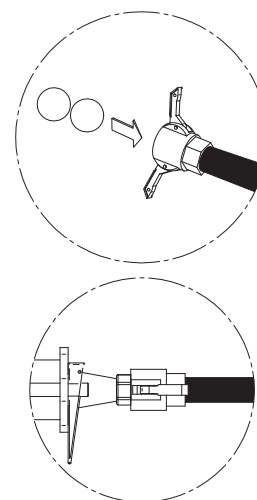

FIG. 8
- Introduzca dos esponjas de lavado en la manguera aún llena de material y conecte nuevamente la manguera al colector (fig. 8).